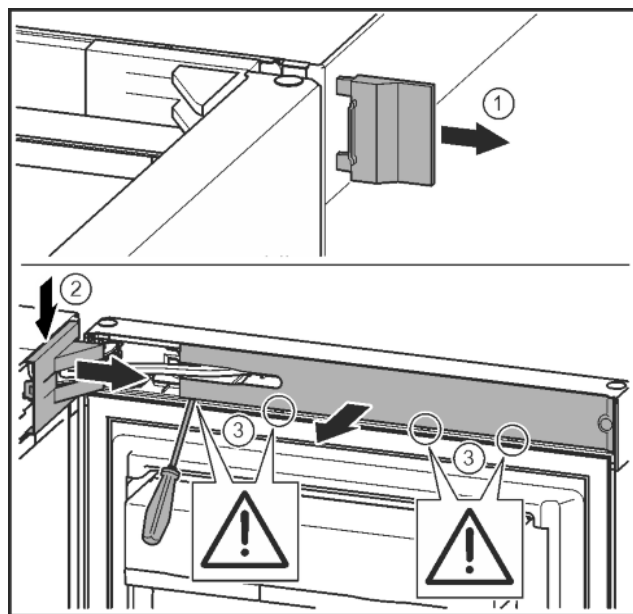

Fig. 9
- Свалете външния капак. Fig. 9 (1)
- Освободете и развийте капака на лагерната стойка. Свалете капака на лагерната стойка. Fig. 9 (2)
- Освободете капачката с плоска отвертка и я завъртете настрана. Fig. 9 (3)